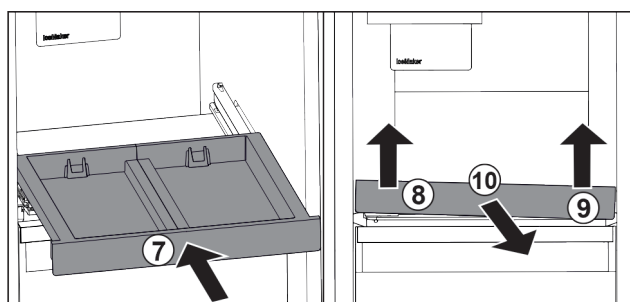

Fig. 196
- ▶ Gurnite izvlačnu ploču. Fig. 196 (7)
- ▶ Podignite izvlačnu ploču naprijed lijevo. Fig. 196 (8)
- ▶ Podignite izvlačnu ploču naprijed desno. Fig. 196 (9)
- ▶ Izvadite izvlačnu ploču prema naprijed. Fig. 196 (10)